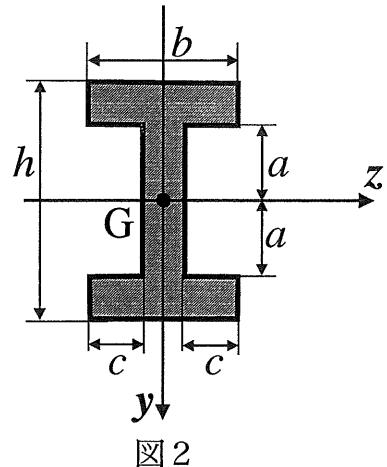

図2
2. 図2に示す图形に対し、図心Gを通る z 軸に関する断面2次モーメントを求めよ。